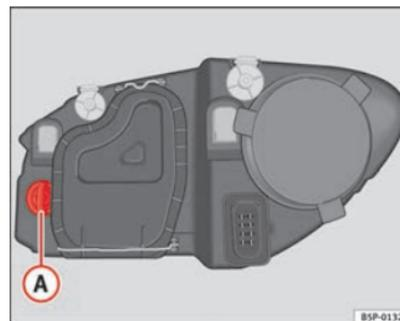

Fig. 163 Lâmpada das luzes indicadoras de mudança de direção
- Rode o porta-lâmpadas ⇒ Fig. 163 **A** para a esquerda e puxe.